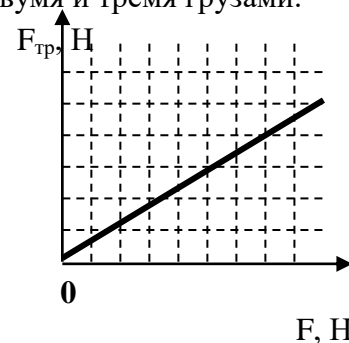

Рисунок 4
- Постройте график зависимости $F_{\text{тр}}(F_{\perp})$ (рис. 4), используя данные таблицы 1. Через начало отсчета проведите прямую линию так, чтобы число точек над прямой (рис. 4) равнялось числу точек под прямой.